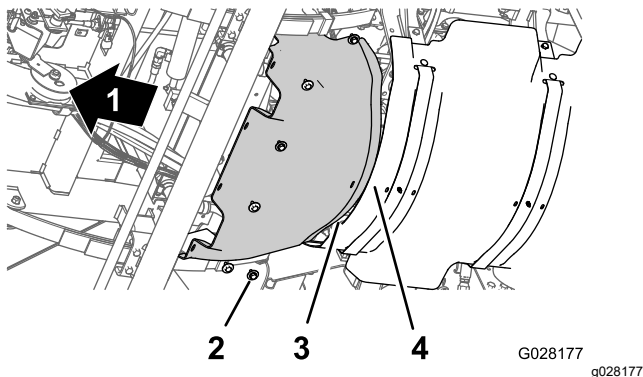

図 54
1. 前側防熱シールドの後部フランジを後防熱シールドの前側フランジに合わせる 図 54。
2. 前側防熱シールドの穴を、シャーシのねじ穴に合わせる 図 54。
3. 前側防熱シールドを機体に固定するソケットボルト6本とワッシャ6枚 図 54 ステップ 前側防熱シールドを取り外す (ページ 46), 3で外したものを使用する。